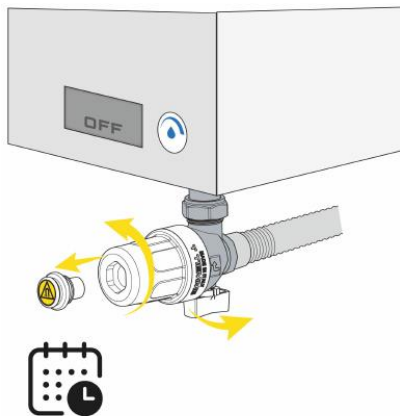

fig. 1
- Închideți supapa de interceptare încorporată în filtru și deșurubați capacul suport-magnet (vezi **fig. 1**).